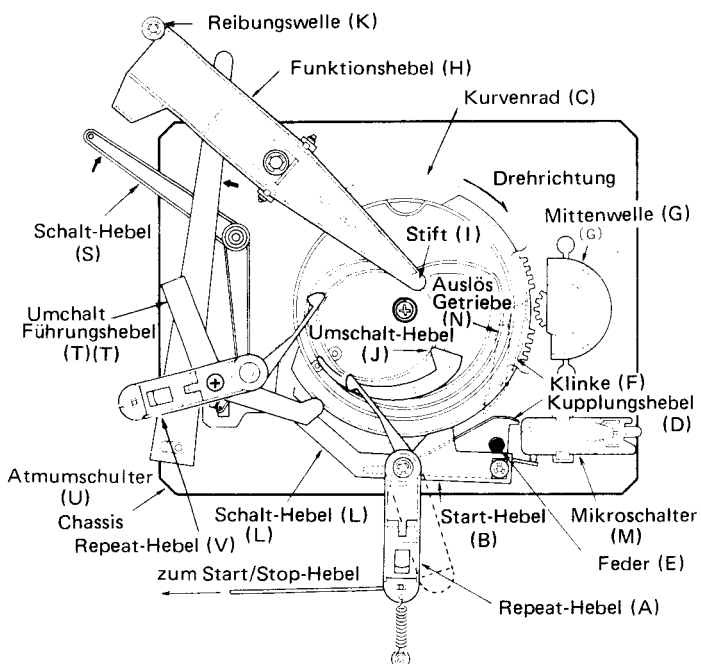
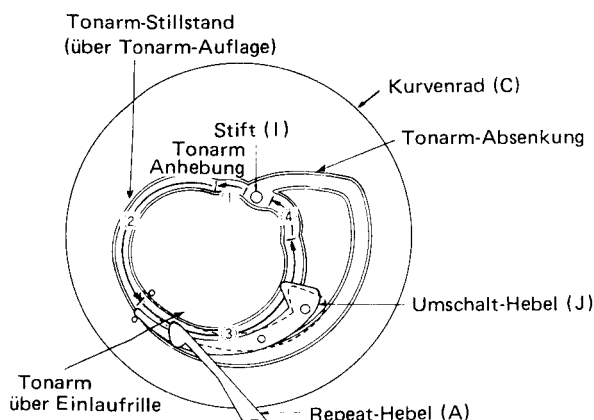

Abb. 3 Unteransicht
Abb. 4 Führungsrille auf dem Kurvenrad
1. Nach Druck auf den Start-Knopf des Plattenspielers schwingt der Repeat-Hebel (A) seitwärts und der Start-Hebel (B) bewegt sich in Richt und Kurvenrad (C). Der Schalt-Hebel (L) stellt den Mikroschalter (M) auf EIN, wodurch der Motor anläßt. Gleichzeitig wird der Kupplungshebel (D) durch die Feder (F) aktiviert und drückt die Klinke (F) aus dem Kurvenrad (C).
2. Die Zähne der Klinke (F) werden vom Zahnkranz der rotierenden Mittenwelle (G) erfaßt. Das Kurvenrad (C) und die Mittenwelle (G) greifen ineinander und das Kurvenrad (C) beginnt sich zu drehen.
3. Wie aus Abb. 4 ersichtlich, eine Drehung des Kurvenrad (C) ist in 4 Abschnitte unterteilt. Die Vorgänge in jedem Abschnitt werden im folgenden erklärt. (Siehe Abb. 3 ~ 5)
- 1) Funktion am Punkt (1) in Abb. 4
- 2) Funktion am Punkt (2) in Abb. 4
- 3) Funktion am Punkt (3) in Abb. 4
- 4) Funktion am Punkt (4) in Abb. 4
5. Während die Platte abgespielt wird, bewegt sich der Tonarm nach innen, bis die Spitze eines am Schiebe-Hebel (Q) befestigten Hebels, das Auslös-Getriebe (N), das sich auf dem Kurvenrad (C) befindet, berührt. Wenn das Auslös-Getriebe (N) herausgedrückt wird, bewegt sich die Klinke (F) ebenfalls nach außen.
6. Da die Klinke (F) und der Zahnkranz der Mittenwelle ineinandergreifen, beginnt sich das Kurvenrad (C) zu drehen. Eine Drehung des Kurvenrades ist in 4 Abschnitte unterteilt. Die Vorgänge in jedem Abschnitt werden im folgenden erklärt. (Siehe Abb. 3, 5 und 6)